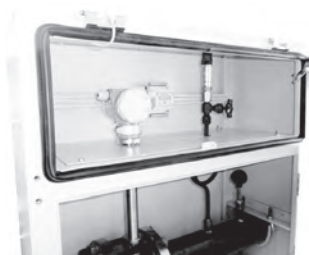

Рисунок 2. Шкаф трубный, «антивандальный» (ШТ)
- » Шкаф трубный, «антивандальный» (ШТ) (рис. 2). Шкаф изготовлен из листовой стали, толщиной 2 мм. Два поворотных замка под ключ защищают вашу аппаратуру от нежелательного доступа. Простая конструкция шкафа позволяет без труда производить монтаж узла на трубопровод.